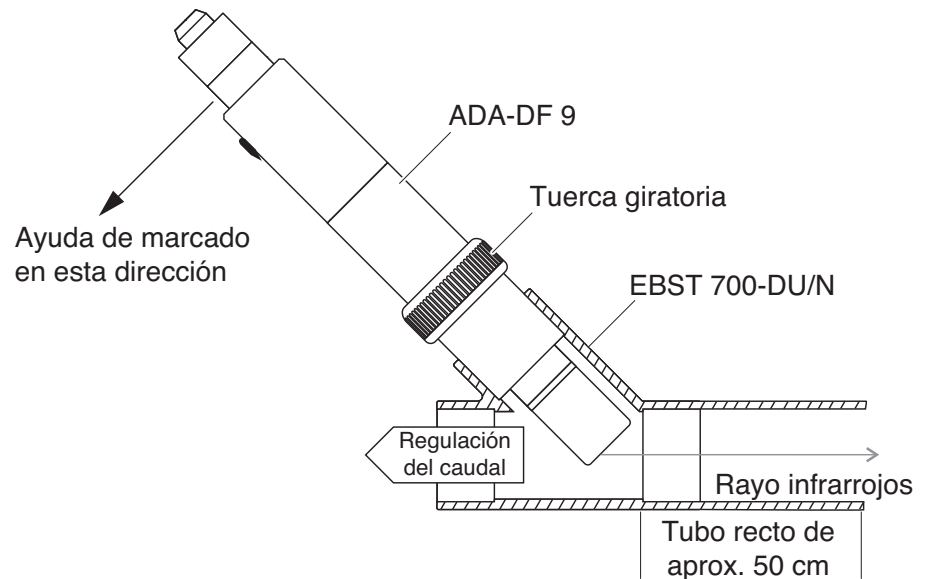

Figura 3-5 Sensor de turbidez en la tubería mediante el adaptador de flujo continuo EBST 700-DU/N
Figura 3-5 muestra la instalación con el adaptador de flujo continuo EBST 700-DU/N para el montaje en una tubería recta (DN 50). El haz de luz infrarroja es paralelo al eje de la tubería y apunta en sentido contrario a la dirección del flujo. La marca del sensor apunta hacia la tubería (ver Figura 3-5).
- 2 Instale el sensor en el adaptador de flujo continuo con la ayuda del adaptador ADA-DF 9 (véase el manual de funcionamiento del adaptador). Para colocar correctamente el anillo de acoplamiento en el EBST 700-DU/N, aflójelo un poco y alinee la ayuda de marcado tal como se muestra en Figura 3-5. A continuación, apriete el anillo de acoplamiento.